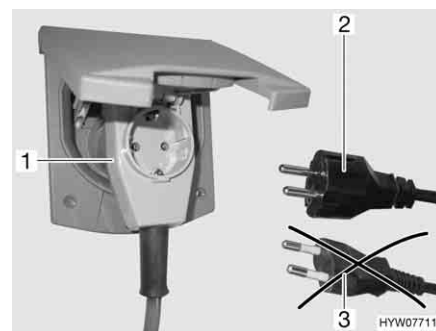

Fig. 67 Collegamento ad un connettore ad angolo provvisto di presa
- Se si impiega un connettore ad angolo CEE 17 provvisto di una presa integrata sulla parte posteriore (Fig. 67,1), utilizzare esclusivamente una spina IP 44 gommata e sigillata con contatto di terra (Fig. 67,2). Non utilizzare spine senza contatto di terra (Fig. 67,3). Pericolo di scarica elettrica!